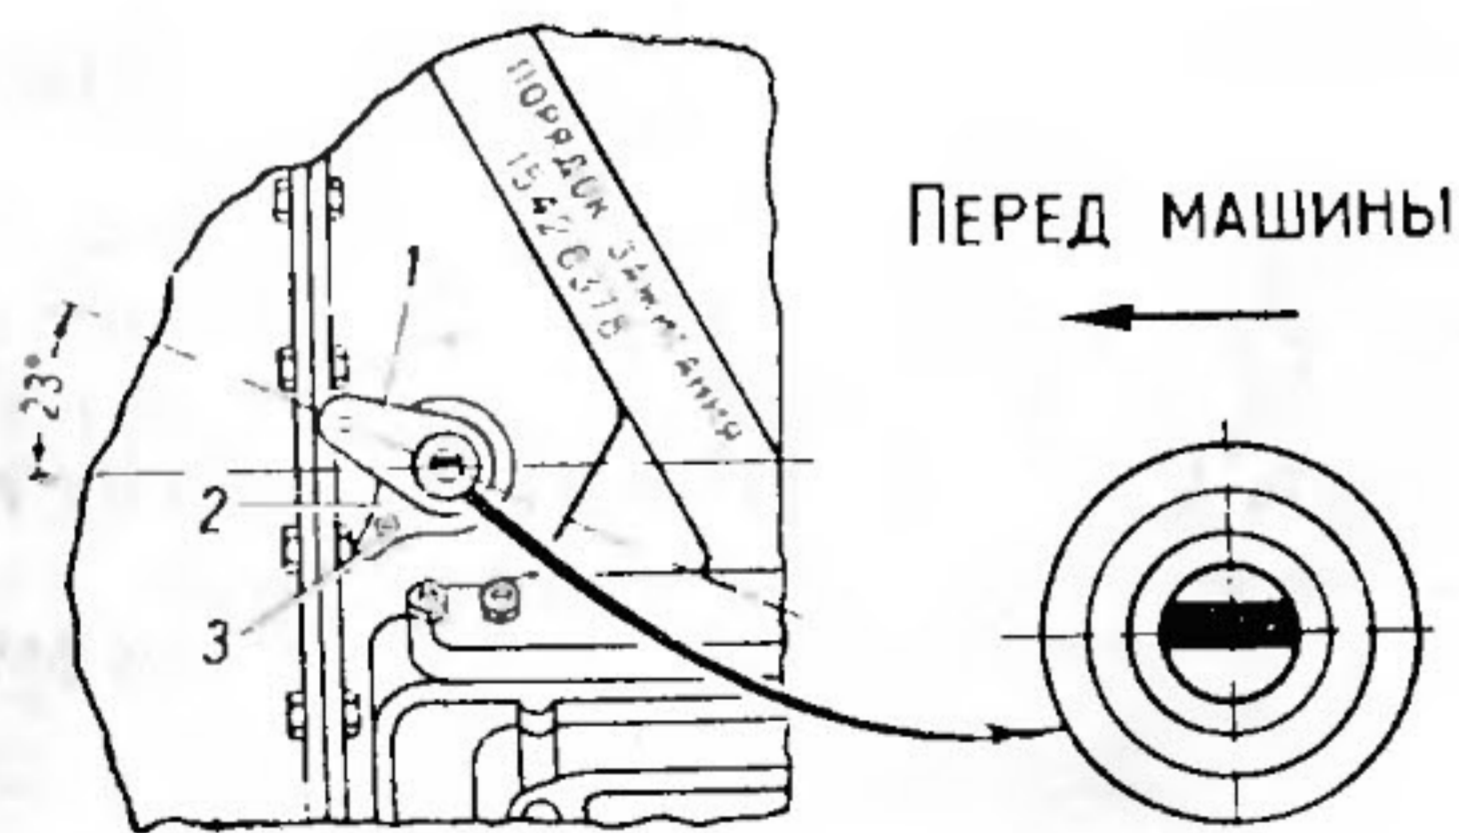

Рис. 87. Установка привода распределителя:
- 1 Вставьте привод распределителя в отверстие блока так, чтобы прорезь в валике привода была направлена вдоль оси двигателя и смещена вправо, считая по ходу транспортера (рис. 87).
- 2 Закрепите корпус привода распределителя держателем 2 и гайкой 3 так, чтобы кронштейн с резьбовым отверстием, имеющийся на корпусе 1 привода распределителя, был направлен вперед (по ходу транспортера) и повернут на 23° от продольной оси двигателя, как указано на рис. 87.